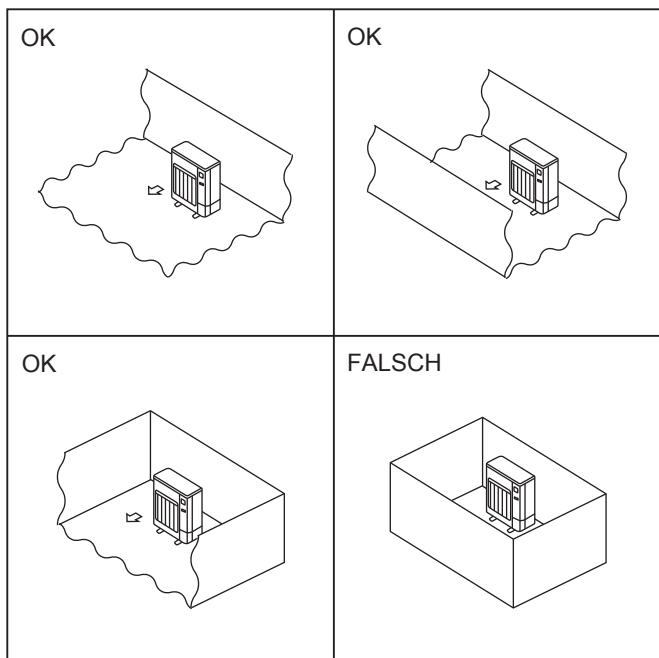

Fig. 2-1
- Installieren Sie Außenanlagen an einem Ort, an dem wenigstens eine der vier Seiten offen ist, und in einem ausreichend großen Raum ohne Senken. (Fig. 2-1)